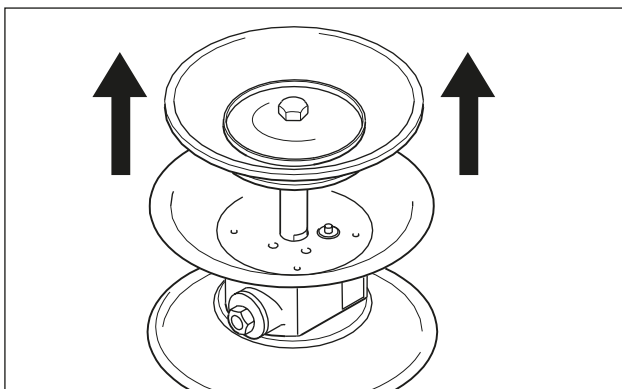

Рис. 12: Вынимание поршневого штока.
- Выньте поршневой шток со второй диафрагмой из среднего блока и демонтируйте вторую мембрану, как это описано выше (рис. 12).